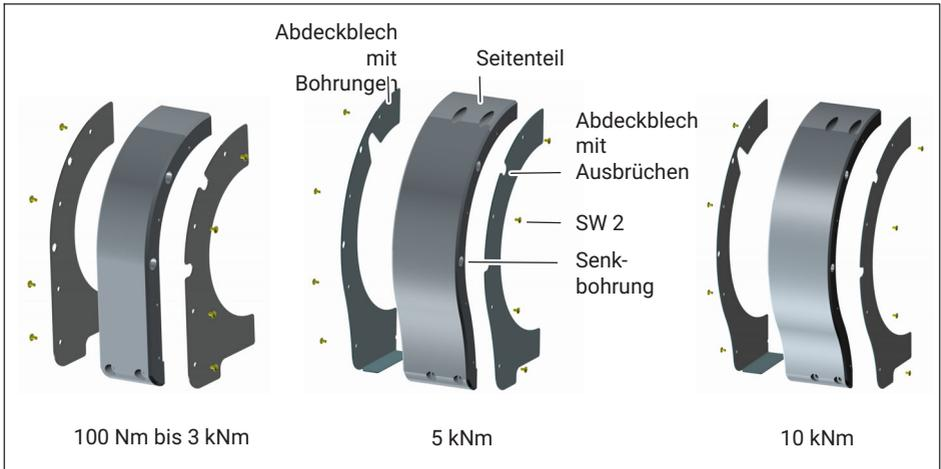

Abb. 8.7 Abdeckbleche montieren
4. Schrauben Sie die Abdeckbleche auf die Seitenteile (Schrauben mit Innensechskant SW 2; Anziehdrehmoment $M_A = 1 \text{ N} \cdot \text{m}$). Beachten Sie, dass das Abdeckblech mit den Ausbrüchen auf der Seite mit den Senkbohrungen zu montieren ist! (Siehe Abb. 8.7.)